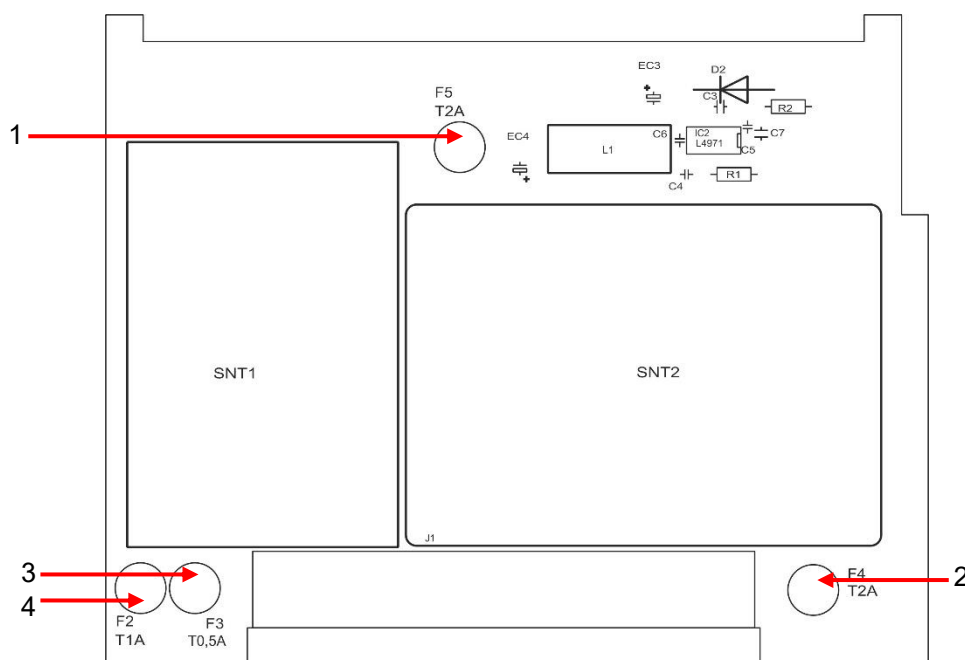

Figura 37
Estos fusibles protegen el Testomat® PRO CLT o las salidas contra sobrecargas y cortocircuitos. Todos los fusibles son enchufables. Los fusibles principales F1 (1) y F6 (2) (4 A MT) para salidas y el dispositivo están situados en la placa base (véase la Figura 37). Los cuatro fusibles primarios y secundarios de F2 a F5 para 24 V, y 12 V, 3,3 V se encuentran en la fuente de alimentación